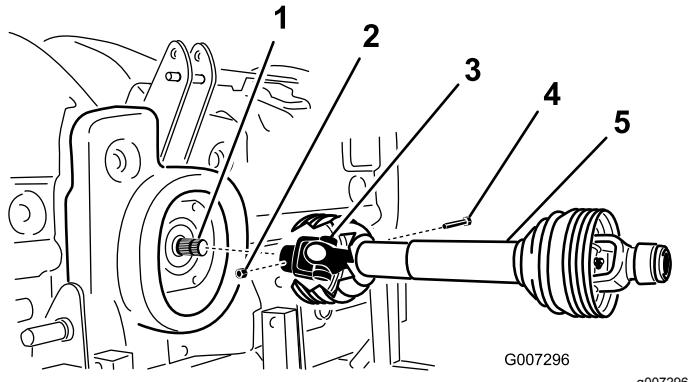

Figura 11
2. Ligue o veio da tomada de força ao eixo de entrada da transmissão com um parafuso $\frac{1}{2}$ x 3 pol. e uma porca $\frac{1}{2}$ pol. (Figura 11).